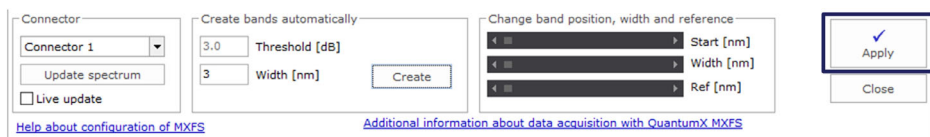

図5.13 デバイスに定義を適用
▶ 変更をデバイスに転送するには、[適用]を押します（図5.13）。